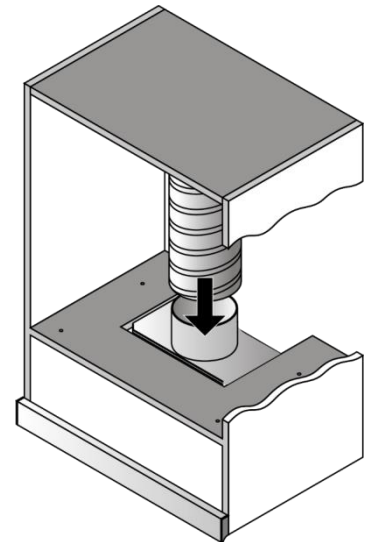

Рис.5.2
6.8 Якщо витяжка буде працювати в режимі відведення повітря в димохід, змонтуйте повітропровід вибраного діаметра відповідно до інструкції (рис. 5.2), забезпечивши його герметичність. **Зверніть увагу, чим коротший і пряміший повітропровід, тим вища продуктивність, шум і вібрація в витяжки.**